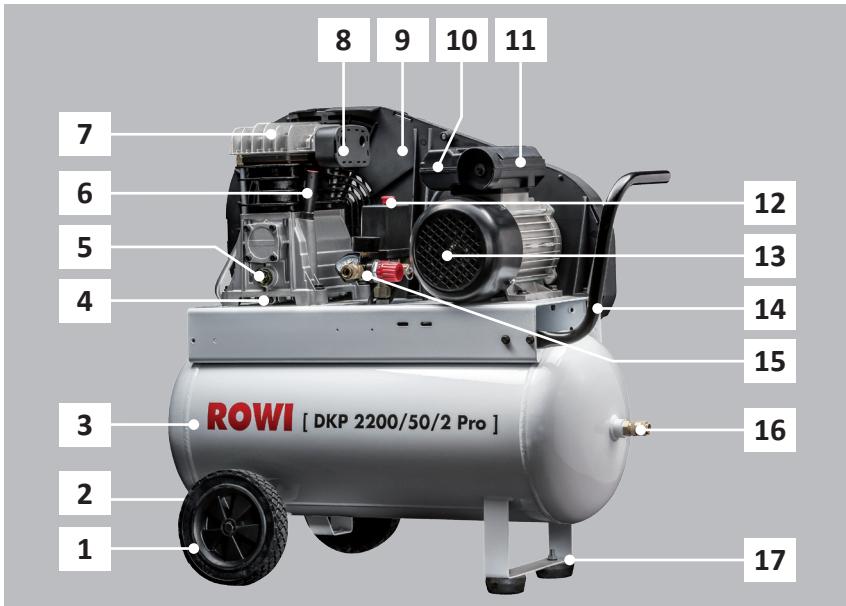
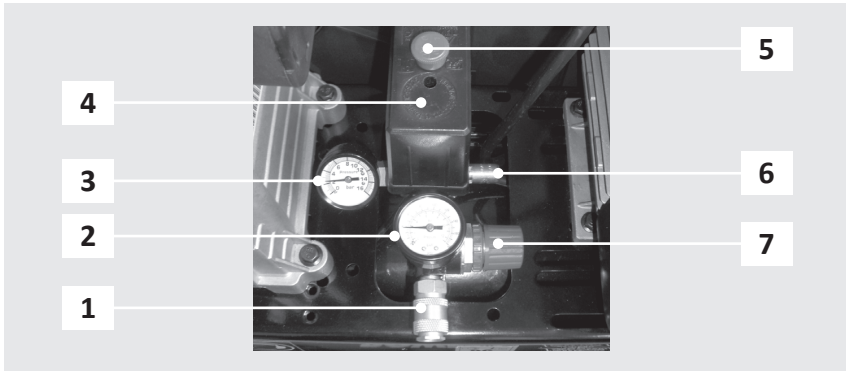
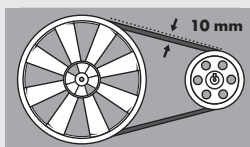

Abb.2: Geräteübersicht
Abb.3: Druckluftarmatur
Abb. 4: Keilriemen prüfen und spannen
1. Vergewissern Sie sich, dass der rote Knopf am Druckschalter (**Ein-/Ausschalter**, siehe Abb. 3, Nr. 5) ganz nach unten gedrückt ist. Schließen Sie dann den Kompressor an eine geerdete, durch einen FI-Schutzschalter (max. 30 mA) abgesicherte Steckdose (230 V ~ 50 Hz) an.
3. Starten Sie den Kompressor, indem Sie den roten Knopf am Druckschalter (**Ein-/Ausschalter**, siehe Abb. 3, Nr. 5) hochziehen. Wir empfehlen Ihnen, das Gerät einmal so lange laufen zu lassen, bis der maximale Kesseldruck erreicht wurde und das Gerät automatisch abschaltet. Schließen Sie dann das gewünschte Druckluft-Werkzeug an (siehe Kapitel 5.3).
3. Schalten Sie den Kompressor ein, indem Sie den roten Knopf am Druckschalter (**Ein-/Ausschalter**, siehe Abb. 3, Nr. 5) hochziehen. Lassen Sie den Kompressor mit geöffnetem Wasserablass-Hahn 2-3 Minuten laufen. Das Gerät erwärmt sich während dieser Zeit so, dass es für den weiteren Betrieb bereit ist.
An der Kesselvorderseite befindet sich eine **Schnellkupplung für ungeminderten Druck** (siehe Abb. 2, Nr. 16). Dieser Anschluss empfiehlt sich für Druckluft-Werkzeuge, die keinen bestimmten Arbeitsdruck benötigen. An der Druckluft-armatur befindet sich eine **Schnellkupplung**, an der die Luft druckgemindert zur Verfügung gestellt wird (siehe Abb. 3, Nr. 1). Hier schließen Sie Druckluft-Werkzeuge an, die mit einem vorgegebenen Druck arbeiten.
Drehen Sie das Einstellrad des Druckminderers (siehe Abb. 3, Nr. 7) im Uhrzeigersinn in Richtung +.
Drehen Sie das Einstellrad des Druckminderers (siehe Abb. 3, Nr. 7) in Richtung-.
1. Drücken Sie zum Abschalten des Gerätes den roten Knopf am Druckschalter (Ein-/Ausschalter, siehe Abb. 3, Nr. 5) nach unten. Das Gerät darf niemals durch Ziehen des Netzsteckers abgeschaltet werden. Das Ziehen des Netzsteckers ohne zuvor den Knopf am Druckschalter hinunter zu drücken, deaktiviert die Druckentlastung.
- ▶ Schalten Sie den Kompressor ab, indem Sie den roten Knopf am Druckschalter (siehe Abb.3, Nr. 5) nach unten drücken.
Schwarze Abriebstellen und ein Flattern des Keilriemens beim Anlaufen des Kompressors sind Zeichen für einen nicht korrekt gespannten Keilriemen. Prüfen Sie die Keilriemenspannung spätestens nach 100 Betriebsstunden und dann mindestens einmal pro Monat. Entfernen Sie hierfür die **Keilriemenabdeckung** (siehe Abb. 2, Nr. 9) und prüfen Sie die Keilriemenspannung wie in Abb. 4 dargestellt, indem Sie die Oberseite des Riemens mit dem Finger leicht nach unten drücken. Die optimale Stelle zur Prüfung der Spannung befindet sich mittig zwischen den beiden Riemenscheiben. Der Riemen sollte hier unter leichtem Druck ca. 10 mm nachgeben. Sollte dies nicht der Fall sein, ist unbedingt die Spannung des Keilriemens einzustellen. Gehen Sie dabei wie folgt beschrieben vor: